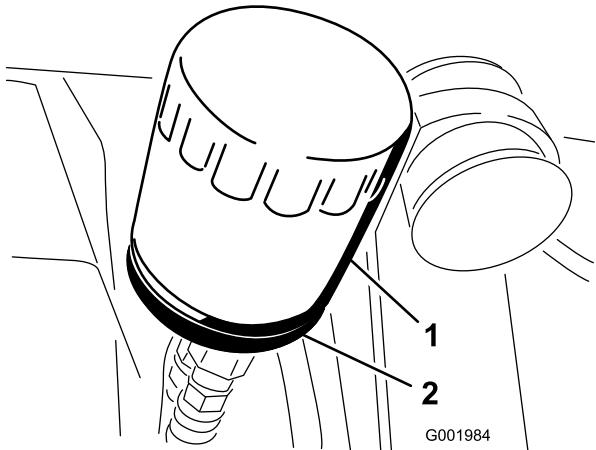

Figura 49
2. Togliete il filtro dell'olio (Figura 49).
5. Montate il nuovo filtro dell'olio sull'adattatore. Girate il filtro in senso orario finché la guarnizione di gomma non tocca l'adattatore, quindi serrate il filtro di un altro mezzo giro (Figura 49).